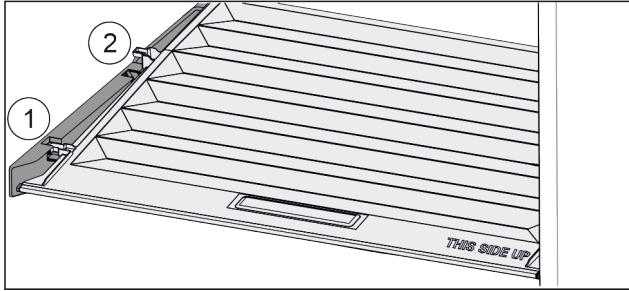

Fig. 101
- ▶ Húzza előre Fig. 101 (1) a fedelet a tartóelemek nyílásáig.
- ▶ Emelje meg hátul alulról, és felfelé vegye ki Fig. 101 (2).